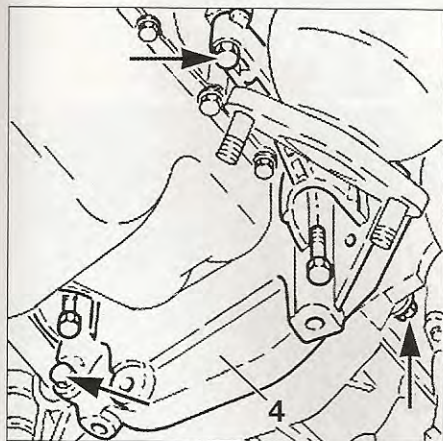

fig. 10
- el separador (4) de unión de la caja de velocidades en el motor (fig. 10).